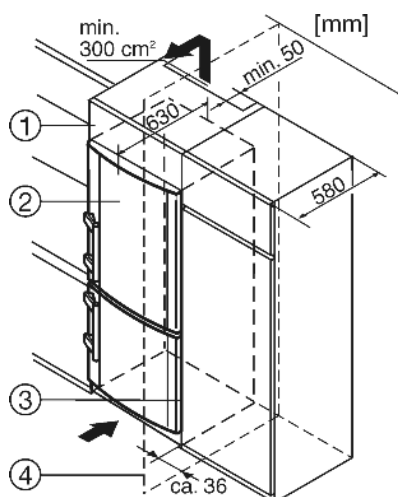

Fig. 10
- (1) Дополнительный шкафчик
- (2) Устройство
- (3) Кухонный шкаф
- (4) Стенка
Устройство может быть окружено предметами кухонной обстановки. Чтобы уравнивать устройство *Fig. 10 (2)* по высоте с кухонной стенкой, можно установить над устройством соответствующий дополнительный шкафчик *Fig. 10 (1)*.
При комбинировании с обычными кухонными шкафами (глубина макс. 580 мм) устройство можно установить непосредственно рядом с кухонным шкафом *Fig. 10 (3)*. Дверца устройства выступает по сторонам на 34 мм и по центру устройства на 50 мм относительно передней стенки кухонного шкафа. Поэтому ее можно свободно открывать и закрывать.
Если устройство установлено на шарнирах у стены *Fig. 10 (4)*, то расстояние между устройством и стеной должно быть не менее 36 мм. Настолько выступает ручка при открытой двери.